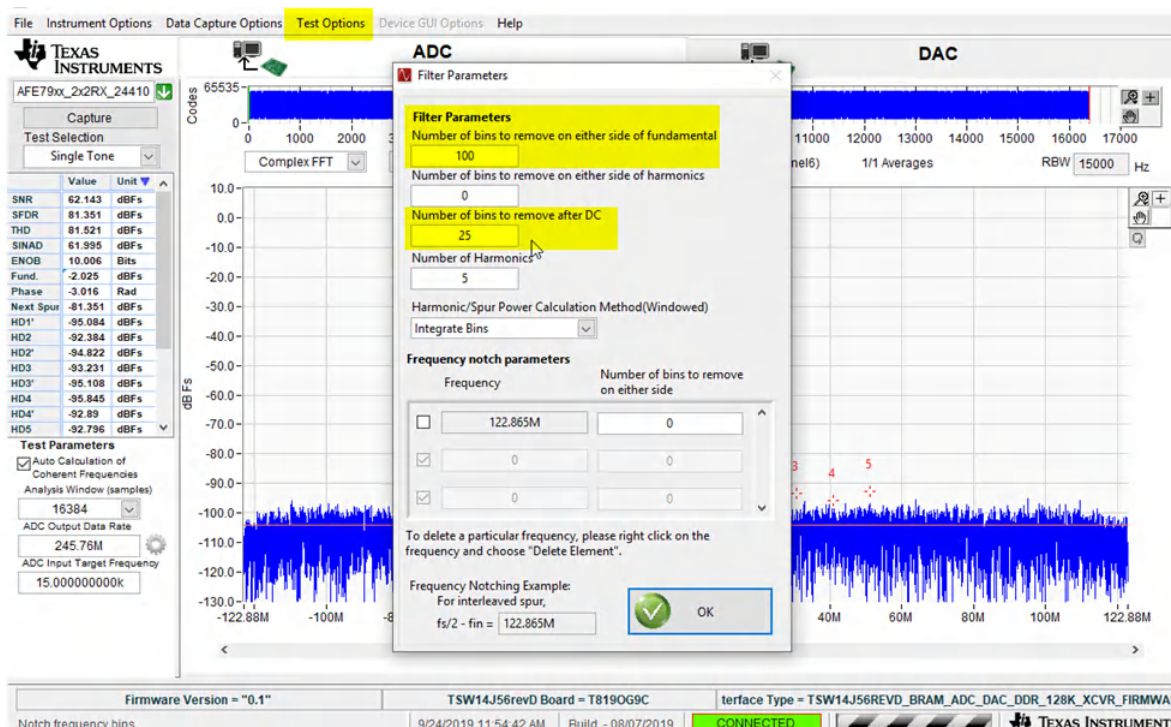

图 4-9. HSDC PRO ADC 性能 FFT 频段配置
1. 在开始采集 RXADC 和 FBADC 性能之前，请设置 HSDC PRO 测试选项。转到 **Test Options** 以进入 **Filter Parameters** 菜单。默认情况下，需要在基波任一侧删除 25 个频段并在直流附近删除 25 个频段。根据图 4-9，将要在基波任一侧删除的频段数量更改为 100。